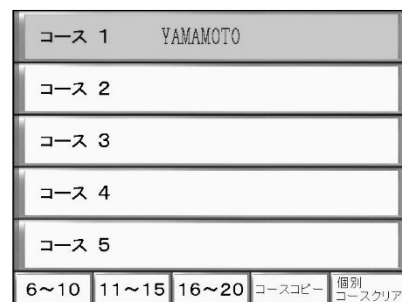

図 10-2
- ・ 電源投入後しばらくすると、コース選択画面が表示されます。（図 10-2）
- ・ 図10-2の「コースコピー」を押すとコピー画面に切り替ります。
- ・ 図10-2の「個別コースクリア」を押すと個別コースクリア画面に切り替ります。